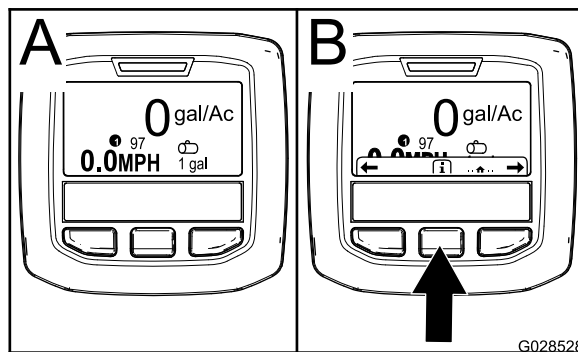

图 60
2. 大约 15 秒后显示主屏幕。按中间选择按钮显示信息内容 图 60。